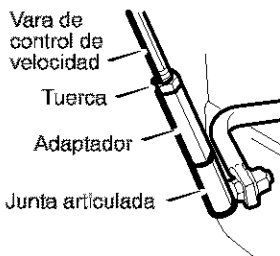

Figura 78
2. Afloje la **contratuercas** hexagonal en la **vara de control de velocidad**. Quite la **Junta articulada del eje de cambios** (consulte la Figura 78).
4. Gire el **adaptador** hasta que la **Junta articulada** quede alineada con el agujero de montaje en el **eje de cambios** (consulte la Figura 78). Una vez alineada, instale la **Junta articulada** en el **eje de cambios**.